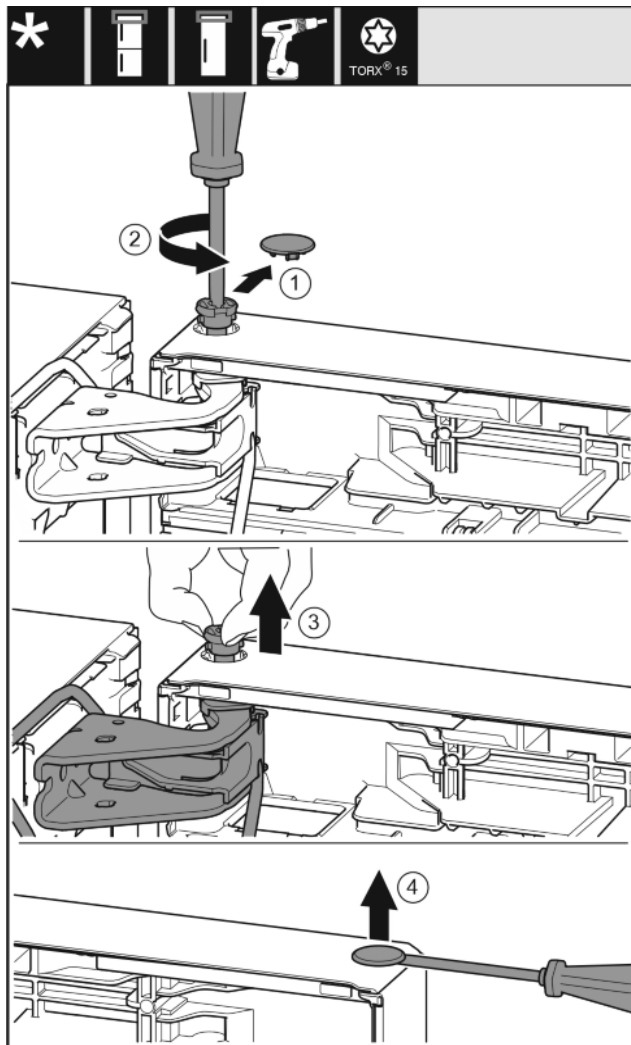

Fig. 10
- ▶ Sicherungsabdeckung vorsichtig abziehen. Fig. 10 (1)
- ▶ Bolzen mit Schraubendreher T15 ein Stück herausdrehen. Fig. 10 (2)
- ▶ Tür festhalten und Bolzen mit den Fingern herausziehen. Fig. 10 (3)
- ▶ Stopfen aus der Türlagerbuchse vorsichtig mit einem Schlitzschraubendreher anheben und herausziehen. Fig. 10 (4)